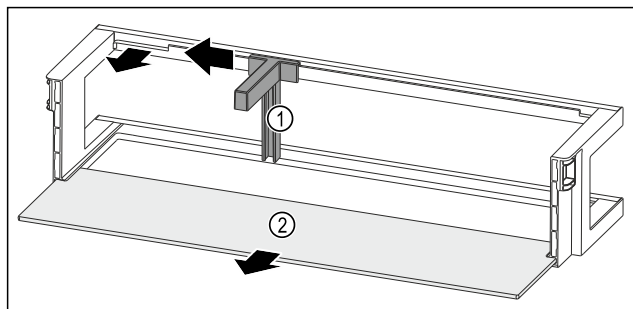

Fig. 209 Rafti i derës me mbajtëse për shishe dhe raft mbajtës
- Shtyni mbajtësen e shisheve Fig. 209 (1) anash deri te foleja.
- Hiqni mbajtësen e shisheve Fig. 209 (1).
- Hiqni raftin mbajtës Fig. 209 (2).